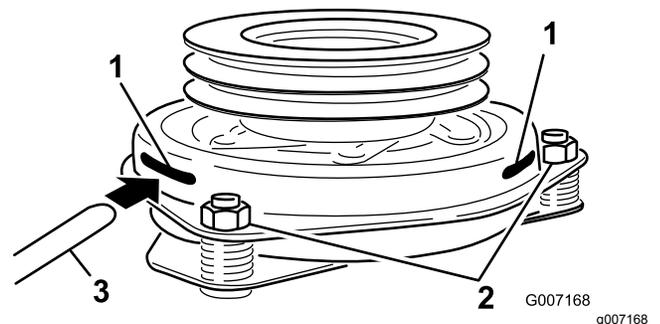

Bild 83
9. Stecken Sie eine Fühlerlehre 0.381 mm bis 0.533 mm durch einen Prüfschlitz in die Seite der Baugruppe (Bild 83).
10. Ziehen Sie die Sicherungsmuttern an, bis die Fühlerlehre etwas fest sitzt, jedoch leicht bewegt werden kann (Bild 83).